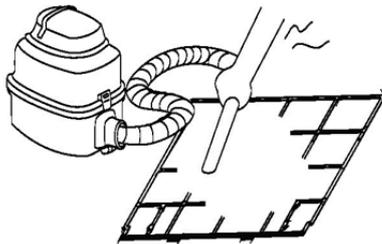

Abb.G3
4. Bei Benutzung eines Staubsaugers sollte die Lufteinlassseite nach oben sein. (Siehe Abb.G3)